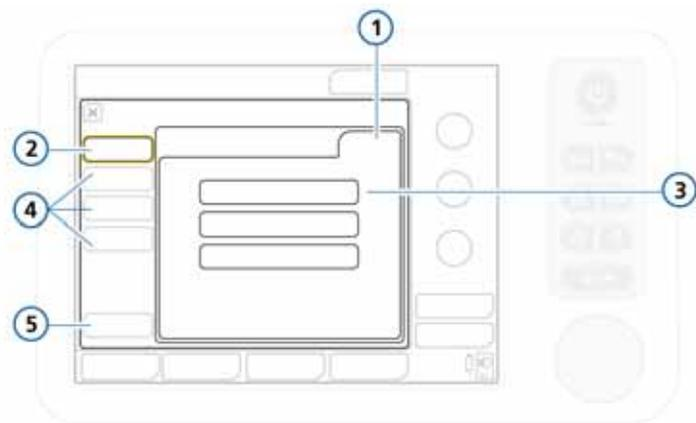

図 I-9. セットアップ設定ウィンドウ
言語設定などのセットアップ設定ウィンドウが表示されます (図 I-9)。左パネルの各ボタンが、セットアップオプションを設定するためのボタンに変わったことに注意してください。
5. このセットアップに適用される設定を選択するための、適切なボタンをタッチします (図 I-9)。